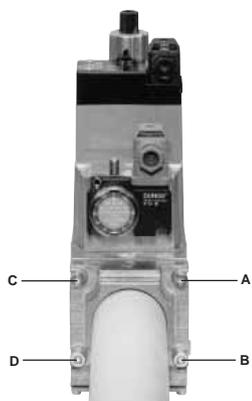
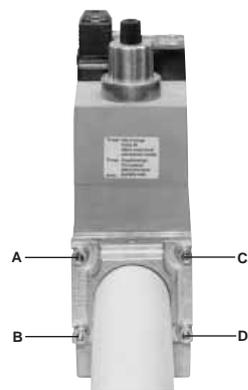

Рис. 13
Рис. 14
3. Затянуть винты А, В, С и D (Рис. 13 - Рис. 14).